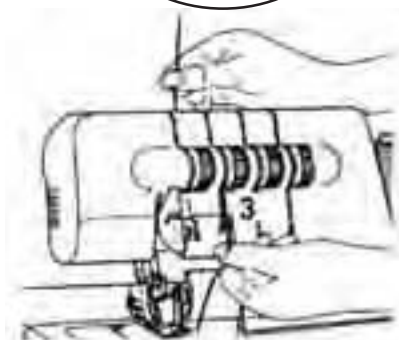

Fig. 26
3. Tenez le fil avec les doigts, guidez-le entre les disques du sélecteur de tension du fil 15 et tirez-le ensuite vers le bas (3) (Fig. 26).